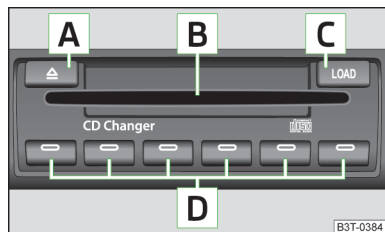

Fig. 131
➤ Apăsăți scurt pe tasta **C** » fig. 131 și introduceți CD-ul (Compact Disc) în fanta pentru CD **B**. CD-ul va fi depozitat automat pe prima poziție liberă din magazia de CD-uri. Lampa de control din tasta respectivă **D** va înceta să clipească.
➤ Mențineți tasta **C** » fig. 131 apăsată mai mult de 2 secunde și introduceți toate CD-urile pe rând (maxim 6 CD-uri) în fanta pentru CD-uri **B**. Lămpile de control din tastele **D** nu mai clipeșc.
➤ Apăsăți tasta **C** » fig. 131. Lămpile de control din tastele **D** se aprind pentru pozițiile care au fost încărcate cu CD-uri și clipeșc pentru pozițiile libere.
➤ Apăsăți scurt tasta **A** » fig. 131 pentru ejectarea unui CD. Pentru locurile ocupate, se aprind acum lămpile de control din tastele **D**.
➤ Mențineți apăsată tasta **A** » fig. 131 timp de mai mult de 2 secunde. CD-urile vor fi aruncate în afară pe rând.
- Introduceți un CD cu fața inscripționată în sus, atât de mult în fanta **B** » fig. 131, până când CD-ul este tras automat în aparat. Redarea începe automat.